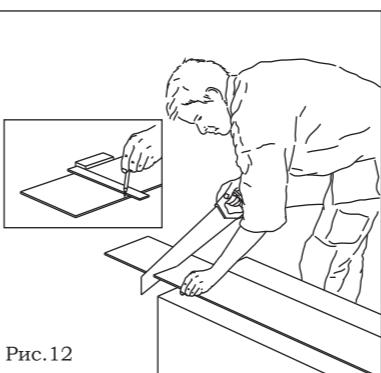

Рис.12
- Е** Отпилите межстоеевые пластины (ДВП) по длине и ширине, согласно размерам проёма. Необходимо помнить, что пластины должны входить в пазы стоек, а по длине пластина должна входить на 3-5мм в паз импоста. Вставьте межстоеевые пластины в пазы стоек, предварительно промазав kleem. Рис.12,13,14.